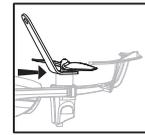
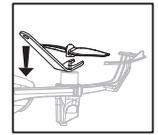

Bild 1
Bild 2
- * Der Quadropters sollte sich vor dem Piloten befinden (Bild 1). Eine falsche Position lässt den Quadropters in eine andere Richtung fliegen. (Bild 2).
1. Setzen Sie das Werkzeug wie in Bild1 gezeigt an und hebeln den Propeller nach oben.